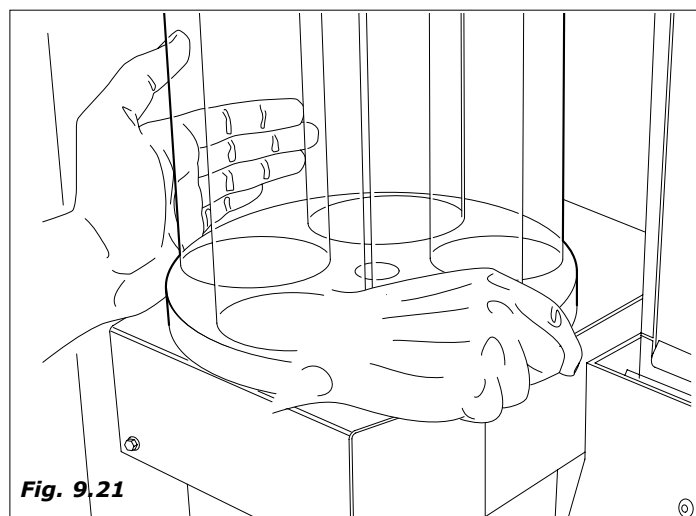

Fig. 9.21
- Extraer la columna portavasos (Fig. 9.21).